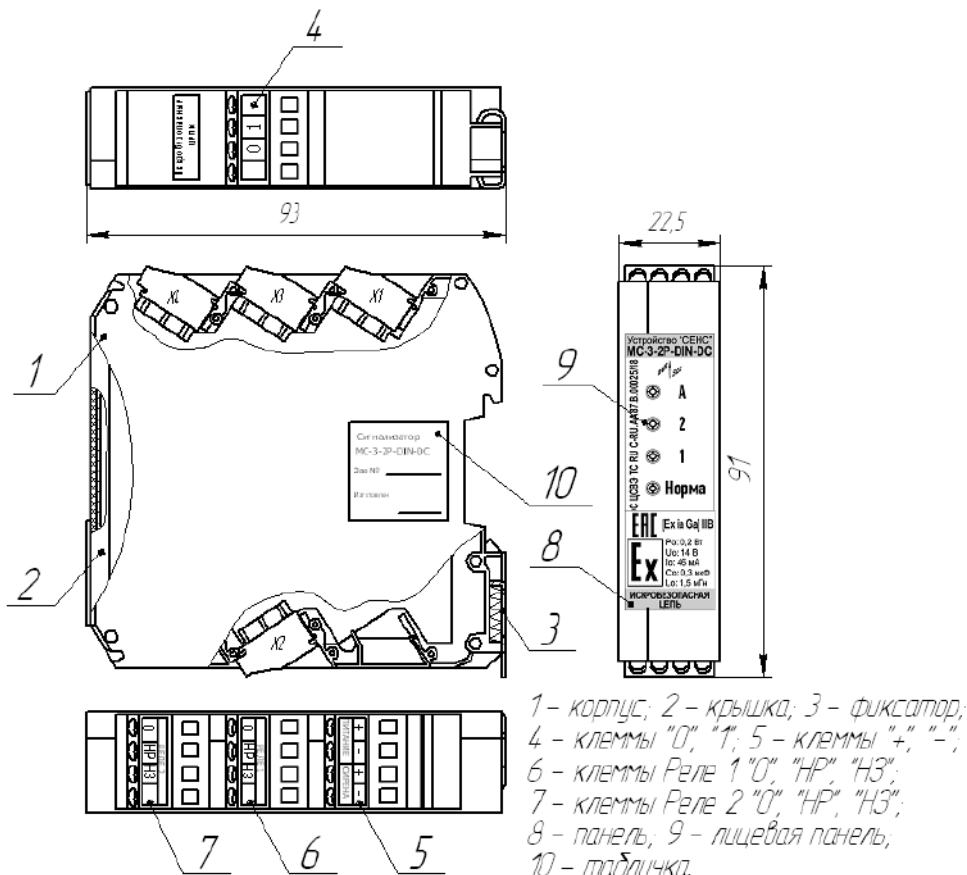

Рисунок 2
2.1.6 На лицевой панели 9 (рисунок 2), расположенной за откидной крышкой, находятся индикаторы: «А», «2», «1», «Норма» и выключатели, задающие режим работы устройства (рисунок 3).